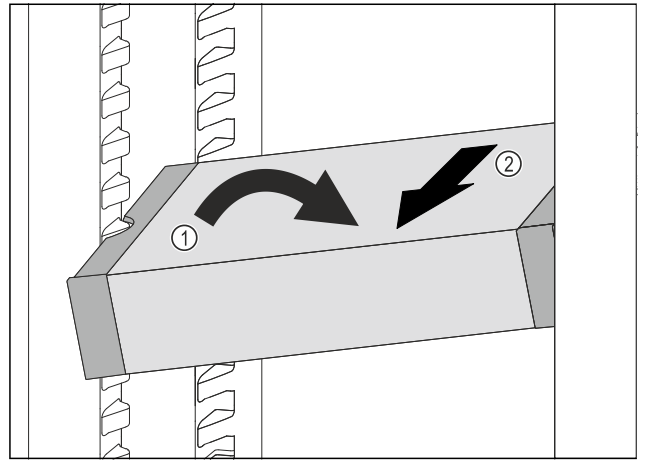

Fig. 66
- ▶ VarioSafe postavte v chladničke šikmo. Fig. 66 (1)
- ▶ VarioSafe vyberte dopredu. Fig. 66 (2)